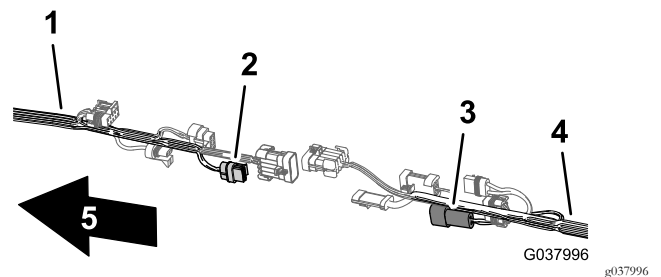

Figura 109
5. Ligue o conector de 2 pinos da cablagem dianteira para a bomba de lavagem no conector de 2 tomadas da cablagem traseira para a bomba de lavagem (Figura 109).